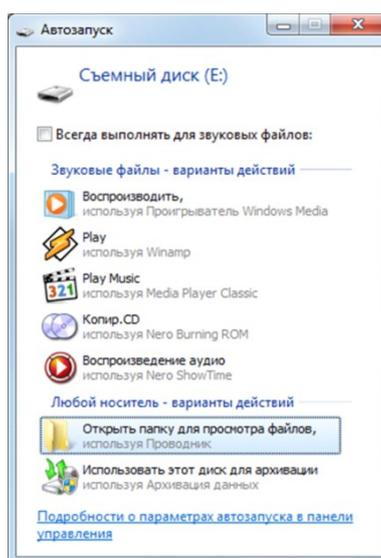

Рис. 6.15. Окно Автозапуск
3. Нажмите и удерживайте тампер контроллера, после чего нажмите и отпустите кнопку рестарта Reset (см. Приложение 3). В результате контроллер перезапустится в режиме накопителя данных (Mass Storage) и будет представлен в компьютере как съемный диск. В области уведомлений ОС Windows (в правом нижнем углу экрана) появится значок съемного устройства, и откроется окно *Автозапуск* (рис. 6.15). После этого тампер можно отпустить.